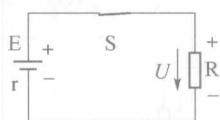

图 1-5 电压的方向
(1) 电压的实际方向规定为电场力移动正电荷的方向,即由高电位指向低电位的方向。电压的方向在电路中可用箭头表示,如图 1-5 所示。
(2) 电压的参考方向。在计算电路之前各元件上的电压实际方向往往不容易判断,